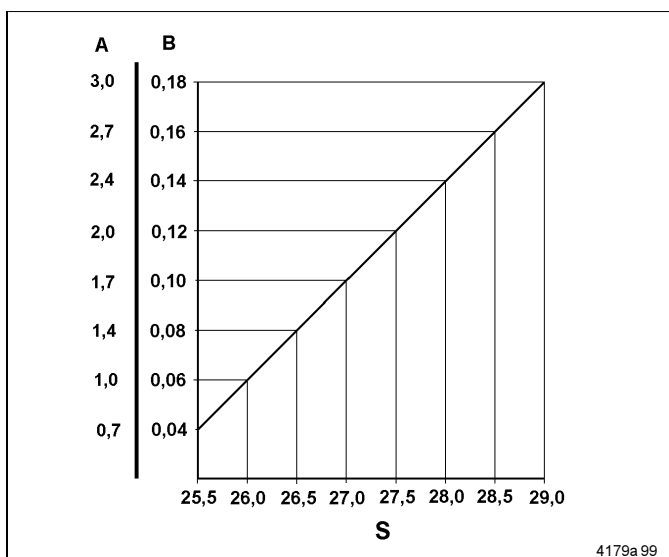

Fig. 4-3 Grafico di dosaggio
- Misura d'impostazione "S" (Fig. 4-3) 28 mm
- Rilevare la misura d'impostazione S relativa alla portata necessaria sulla base del grafico di dosaggio (Fig. 4-3) (incl. scostamento).